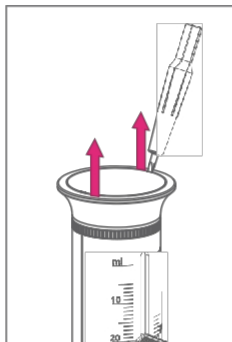

Fig. 11
1. Aprire il tappo con l'utensile di calibrazione come mostrato nella Fig. 11.